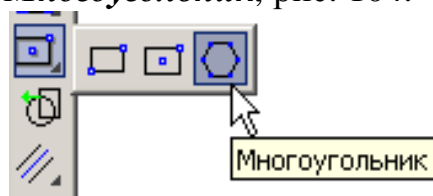

Рис. 104
6. Для построения правильного шестиугольника активизируйте на панели **Геометрия**  команду **Многоугольник**, рис. 104.